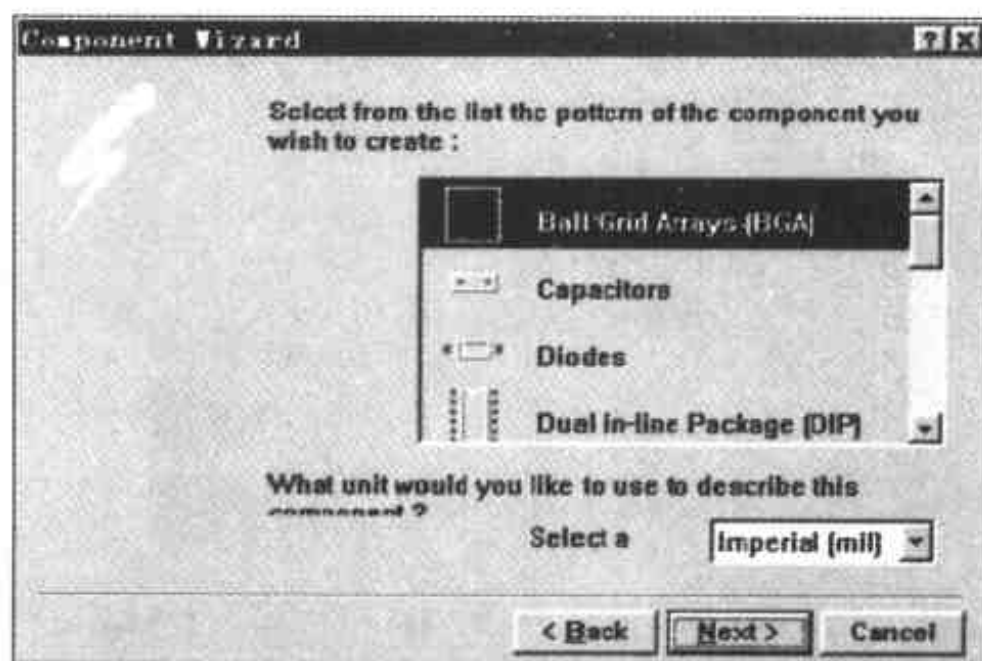

图 8-58 选择元件模板
(2) 在对话框底部单击 Next 命令按钮,进入下一个对话框,如图 8-58 所示。在此对话框的列表框中提供了若干元件模板,供用户根据需要选用。本例要制作的是一个 16 管脚的芯片,因此单击 Dual in-line Package [DIP],然后单击对话框底部的 Next 命令按钮,进